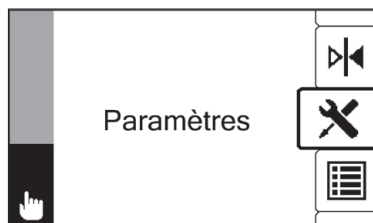

Fig. 26: Paramètres
2. Sélectionnez **Paramètres** (fig. 26).